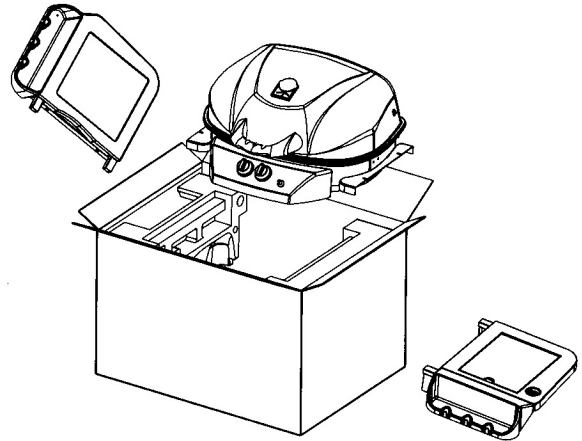

Figure 1
- **Avant d'allumer le barbecue, assurez-vous qu'il est à au moins 36 po (1 m) de tout matériau combustible et qu'il n'y a pas d'essence ni d'autres matières inflammables à proximité du barbecue** (voir fig. 1). La chaleur produite par le barbecue pourrait faire enflammer ces substances.